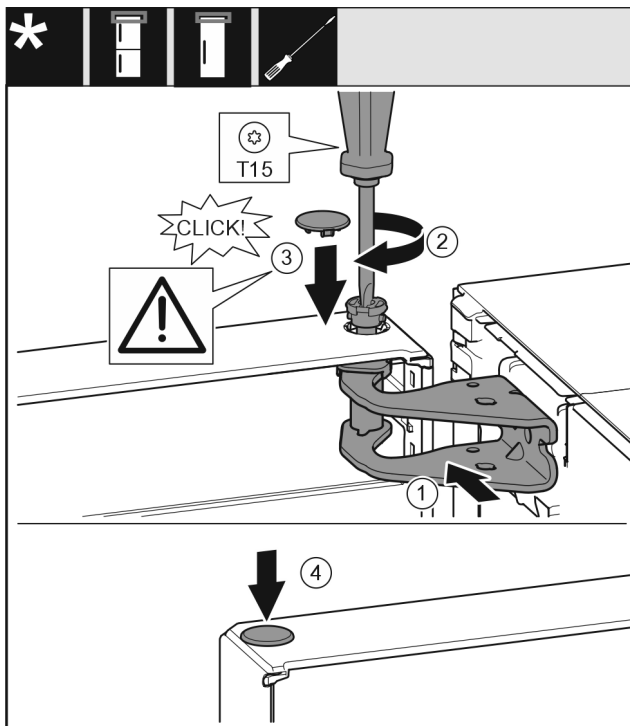

Fig. 23
- ▶ Poravnajte gornja vrata prema otvoru u podlošku ležaja. Fig. 23 (1)
- ▶ Umetnite svornjak Fig. 23 (2) i pritegnite ga odvijačem.
- ▶ Montirajte sigurnosni pokrov Fig. 23 (3) radi osiguravanja vrata: Umetnite sigurnosni poklopac i provjerite naliježe li na vrata. U suprotnom potpuno umetnite svornjake.
- ▶ Umetnite čep Fig. 23 (4).